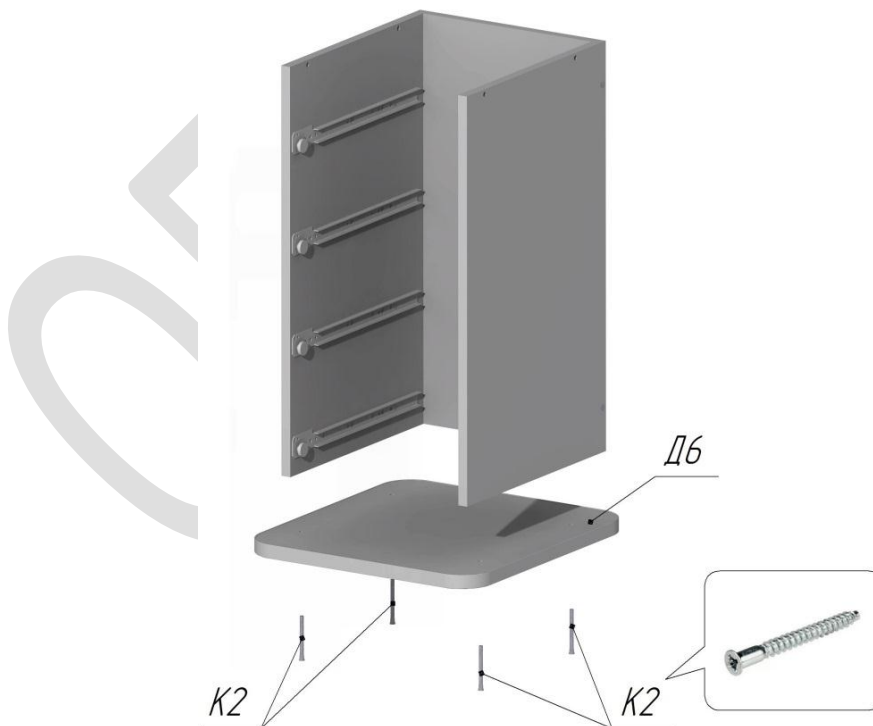

Рисунок 3
5. Закрепить подставку тумбы D6 на деревянном модуле с помощью конфирматов K2 (4шт.). См.Рис.3.